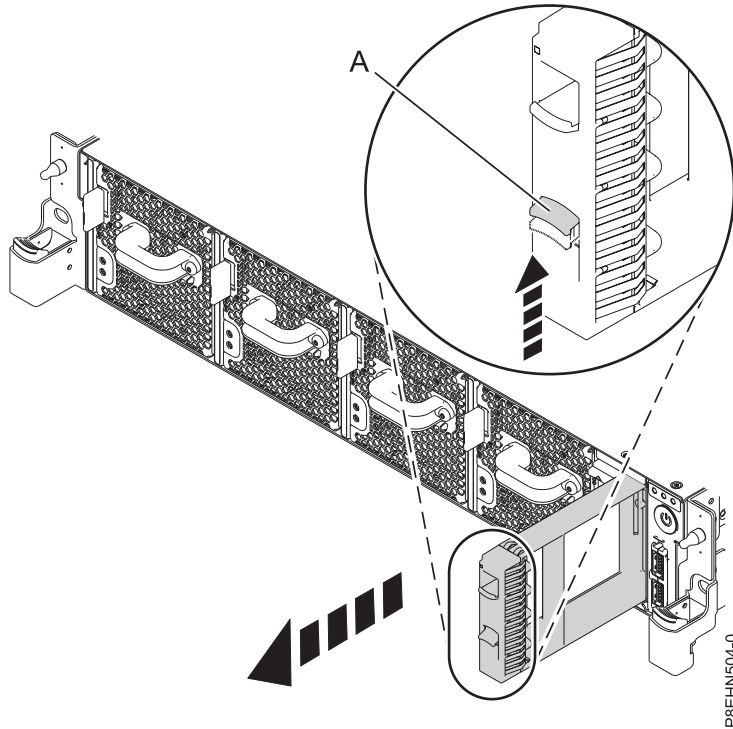

Figure 22. Retrait d'un obturateur d'unité de disque d'un système
- a. Appuyez sur le verrou (A) de la poignée de l'obturateur. Voir figure 22, à la page 20.